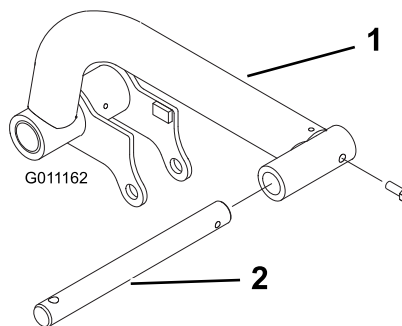

Рисунок 14
- Вставьте ось поворота в каждый подъемный рычаг и совместите монтажные отверстия (Рисунок 14).